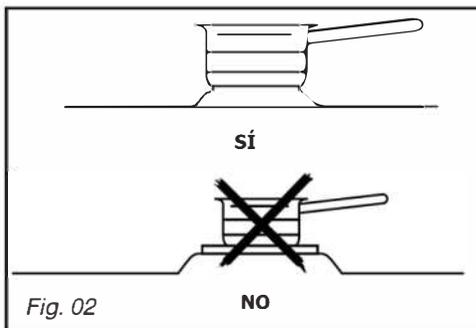

Fig. 02
– Utilice un recipiente de tamaño adaptado: el diámetro del fondo debe ser igual o superior al diámetro del hogar eléctrico (Fig. 02).